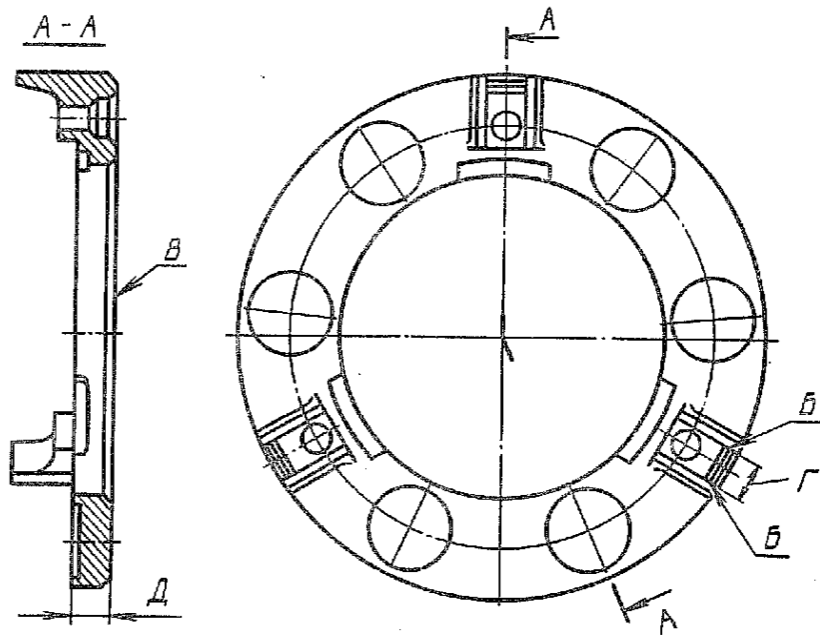

Рис. 124. Нажимной диск
2.1. Нажимной диск сцепления (рис. 124)